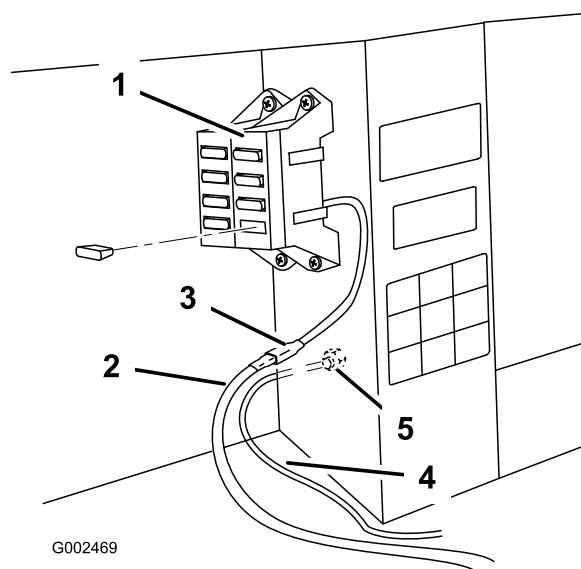

Figure 22
2. Connectez l'anneau du fil noir au boulon de masse (Figure 22).